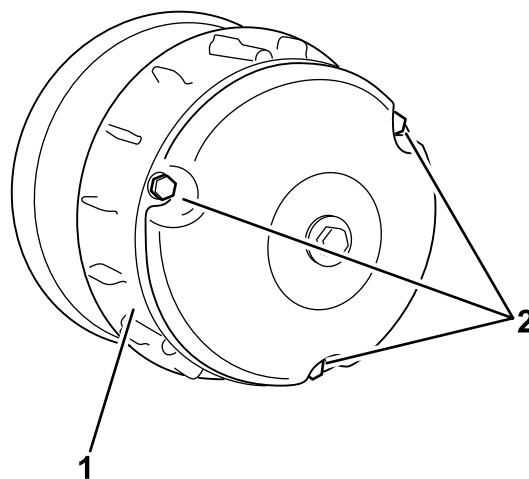

Figura 60
- Retire los 3 pernos que sujetan la cubierta al embrague, y retire la cubierta (Figura 60).
- Instale la tapa del embrague, fijándola con los 3 pernos (Figura 60) que retiró en 2.